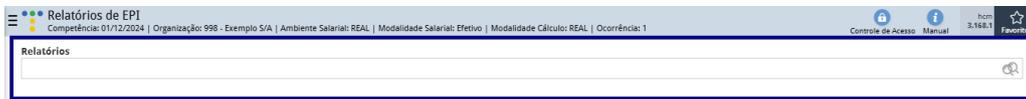

Figura 89: Campo Relatório
2. Escolha o tipo de relatório no campo **Relatório** (Figura 89):